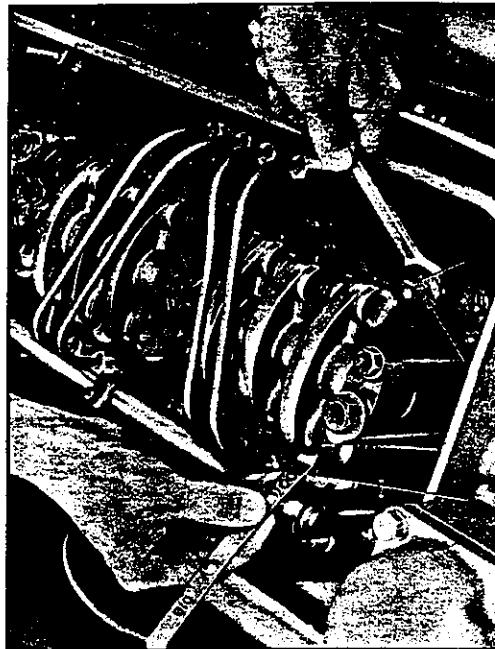

Fig. 1 - Klepspeling afstellen
3. Contramoer van tuimelaarsteel losschroeven en uiteinde van kaliber J.8168, gemerkt .008" tussen klepsteel en tuimelaar schuiven. Tuimelaarsteel afstellen tot het kaliber lichtjes klemt. Zie fig. 1.